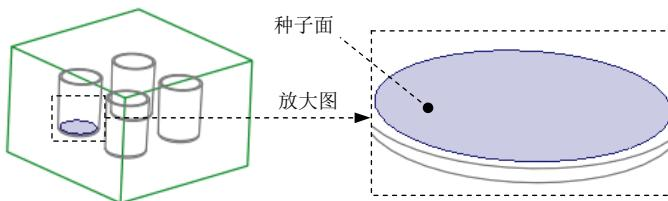

图25.15 定义种子面
(1) 选择命令。单击^{编辑模具体积块}选项卡中^{体积块工具}区域中的“收集体积块工具”按钮[。]此时系统弹出“聚合体积块”菜单。
(2) 定义选取步骤。在“聚合体积块”菜单中选择^{Select(选择)}→^{Close(封闭)}复选框，单击^{Done(完成)}命令，此时系统显示“聚合选取”菜单。
(3) 定义聚合选取。
① 在“聚合选取”菜单中选择^{Surf & Bnd(曲面和边界)}→^{Done(完成)}命令。
② 定义种子曲面。在系统^{选择一个种子曲面}的提示下，先将鼠标指针移至图25.15所示的模型中的目标位置并右击，在系统弹出的快捷菜单中选取^{从列表中拾取}命令，系统弹出“从列表中拾取”对话框，在对话框中选择^{曲面:F1(外部合并):COVER_MOLD_REF}，单击^{确定(O)}按钮。
说明：在列表框选项中选中^{曲面:F1(外部合并):COVER_MOLD_REF}时，此时图25.15中的塑料杯盖内部的底面会加亮，该底面就是所要选择的“种子面”。